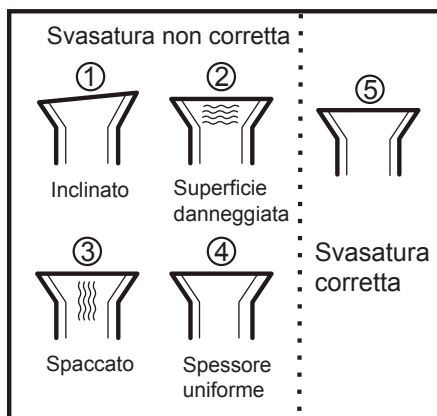

Fig. 6
- 4) Svasare i tubi. Inserire l'uscita del tubo nel dado di rame prima di realizzare la svasatura del tubo. Assicurarsi che il foro sia piatto con una superficie pulita e uno spessore uniforme. (Fig. 6)